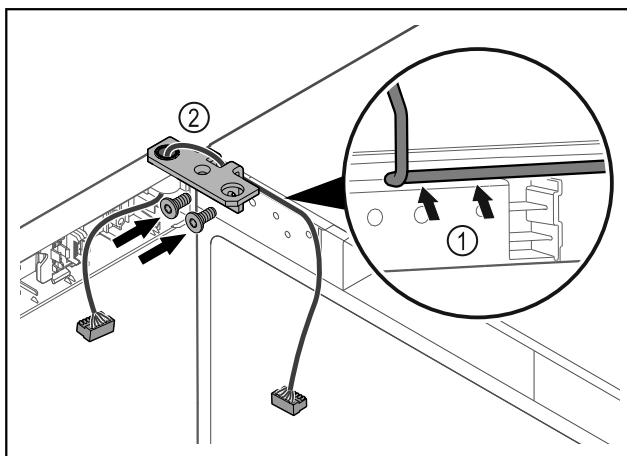

Fig. 63
- ▶ Prakiškite laidą pro šarnyrinio kampuočio angą ir atsargiai nutieskite Fig. 63 (1).
- ▶ Prisukite šarnyrinį kampuočių Fig. 63 (2).